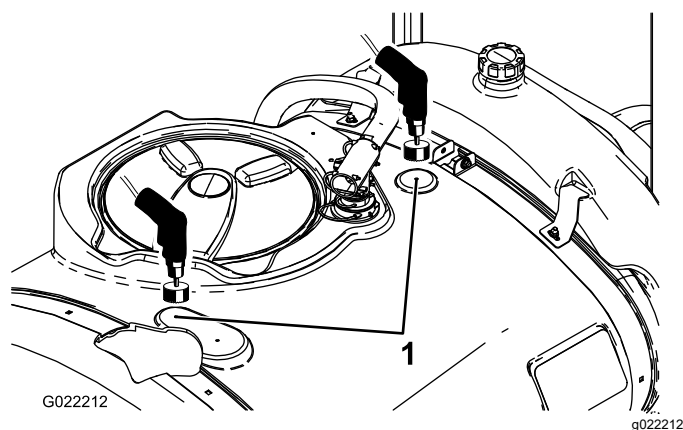

Рисунок 3
- Найдите в основном баке две отметки для сверления (Рисунок 3).